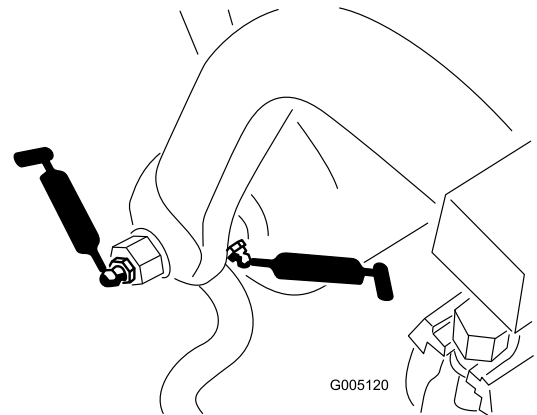

Figura 31
- Eje y rodillo del bastidor de tiro (12) (Figura 31)